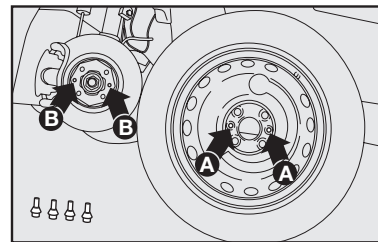

fig. 8
- Monte la rueda de repuesto, de manera que los tornillos **B-fig. 8** coincidan con los orificios **A-fig. 8**.